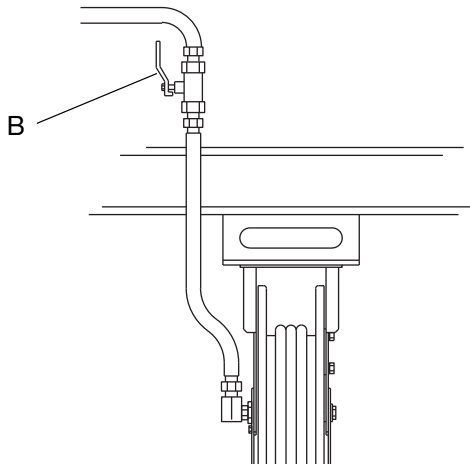

FIG. 3
1. Stäng vätskeavstängningsventilen (B) (FIG. 3) vid varje utmatningsläge.
5. Öppna långsamt utmatningsventilen (B) vid utmatningsläget och spola ut en tillräcklig mängd olja för att säkerställa att hela systemet är rent (FIG. 3).
6. Stäng avstängningsventilen (B) (FIG. 3).